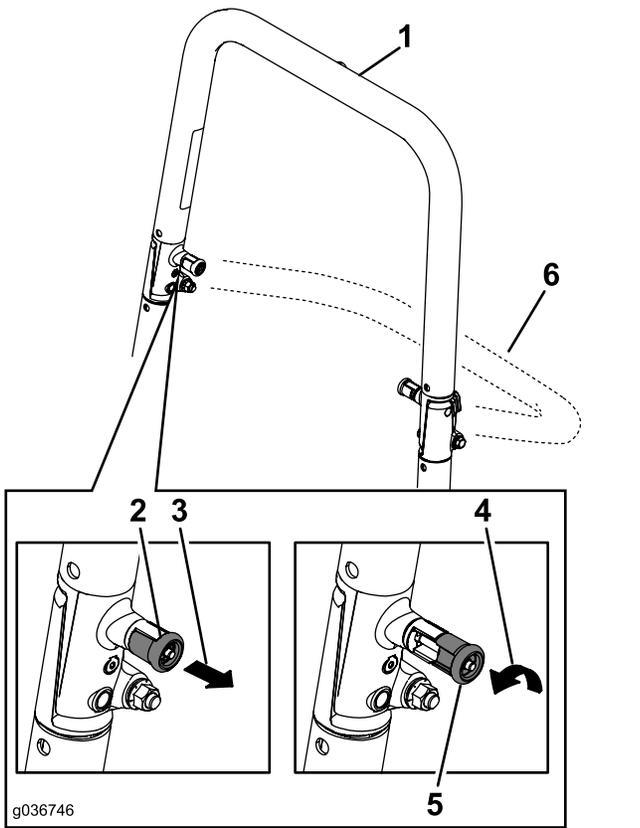

Рисунок 8
2. Витягніть обидва руків'я і поверніть їх на 90 градусів, щоб вони вийшли з зачеплення (Рисунок 8).
3. Опустіть трубчастий каркас в нижнє положення (Рисунок 8).
1. Підніміть трубчастий каркас в робоче положення і повертайте руків'я до тих пір, поки вони частково не увійдуть в пази (Рисунок 8).
2. Підніміть трубчастий каркас в повністю вертикальне положення, одночасно натискаючи на верхню частину трубчастого каркасу, щоб штифти зайняли своє положення, коли отвори будуть на одному рівні зі штифтами (Рисунок 8).